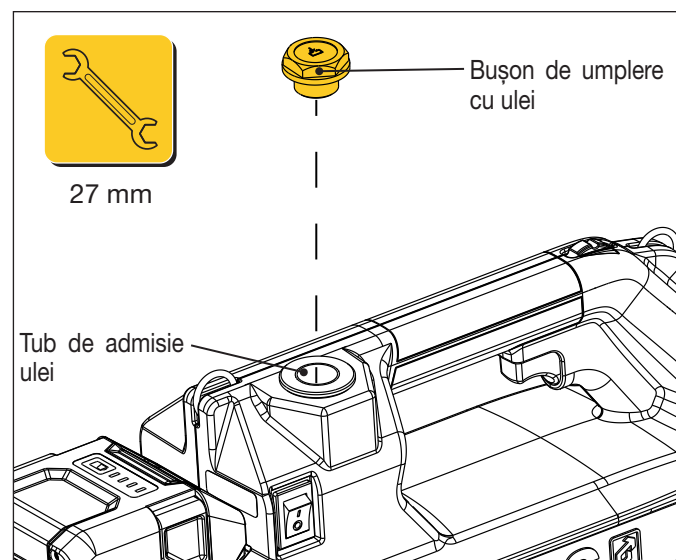

Figura 13: Port de umplere cu ulei
3. Opriți comutatorul de alimentare al pompei (O).
5. Îndepărtați bușonul de umplere cu ulei de la orificiul de umplere. Utilizați o cheie de 27 mm. Consultați Figura 13.
- Opriti comutatorul de alimentare al pompei (O).
- Îndepărtați bușonul de umplere cu ulei de la orificiul de umplere. Utilizați o cheie de 27 mm. Consultați Figura 13.